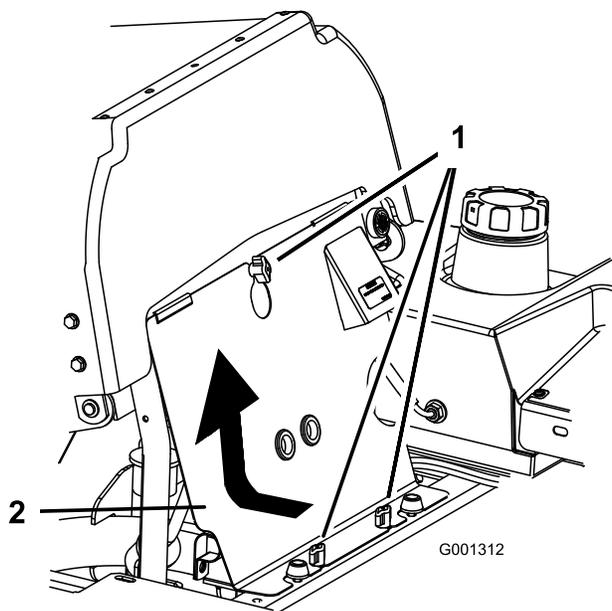

Bild 88
3. Lösen Sie die Handräder an der vorderen Motorverkleidung und nehmen Sie die Verkleidung ab (Bild 88).